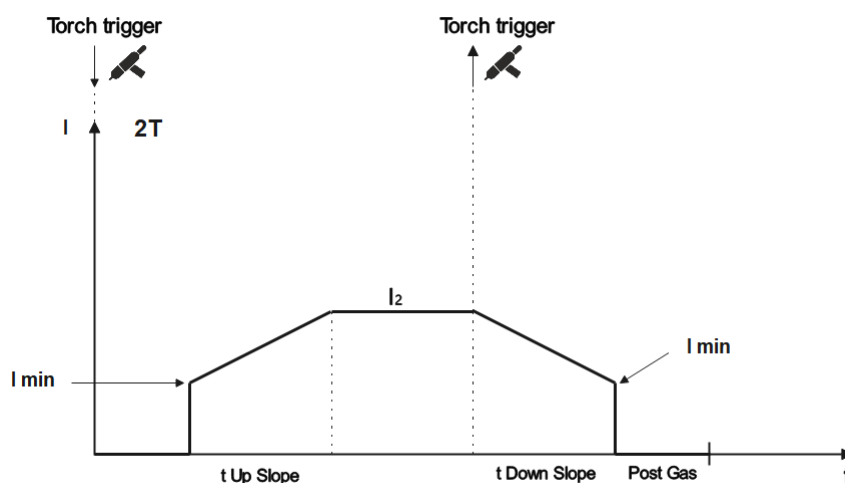

Fig 11.
* 2T – Quando o gatilho da tocha (Torch trigger) é pressionado, o gás começa a fluir até que o soldador faça a ignição pelo LIFTIG (ver Fig. 11) e o arco é estabelecido. A corrente sobe de acordo com o tempo de UPSLOPE para o valor ajustado de I_2 . Quando o gatilho da tocha é libertado, a corrente diminui de acordo com o valor de ajuste de DOWNSLOPE, o arco se extingue e o tempo do POST GAS começa.
** 4T - Quando o gatilho da tocha (Torch trigger) é pressionado, o gás começa a fluir até que o soldador faça a ignição pelo LIFTIG (ver Fig. 11) e o arco é estabelecido. Pode libertar o gatilho. A corrente sobe de acordo com o tempo de UPSLOPE para o valor ajustado de I_2 . Quando o gatilho da tocha é pressionado, a corrente diminui de acordo com o tempo ajustado de DOWNSLOPE, o arco se extingue e o tempo do POST GAS começa.